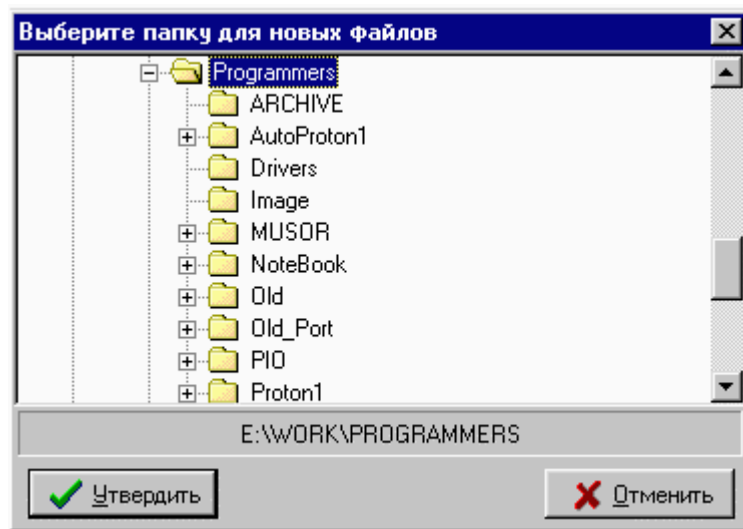

Рис.4.41. Окно диалога «Выбор папки для новых файлов»
- выбрать пункт главного меню «Настройка \ Путь для новых...» . После чего откроется окно диалога «Выбор папки для новых файлов» (рис. 4.41);